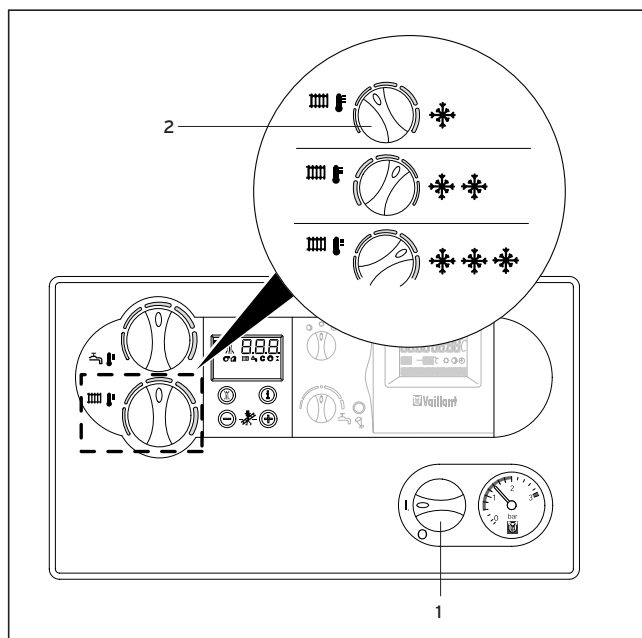

Fig. 3.10: Fijación de la temperatura de impulsión
3.4.1 Fijación de la temperatura de impulsión (Fig. 3.10)